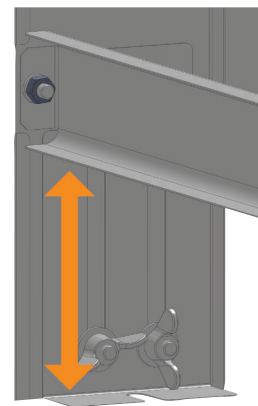

Figura 5: Ajustar la altura del gabinete
5. Afloje las tuercas mariposa y suba o baje los soportes de ajuste del pie para acomodar la altura del gabinete (véase la **Figura 5**). Asegúrese de tomar en cuenta la altura del piso acabado.